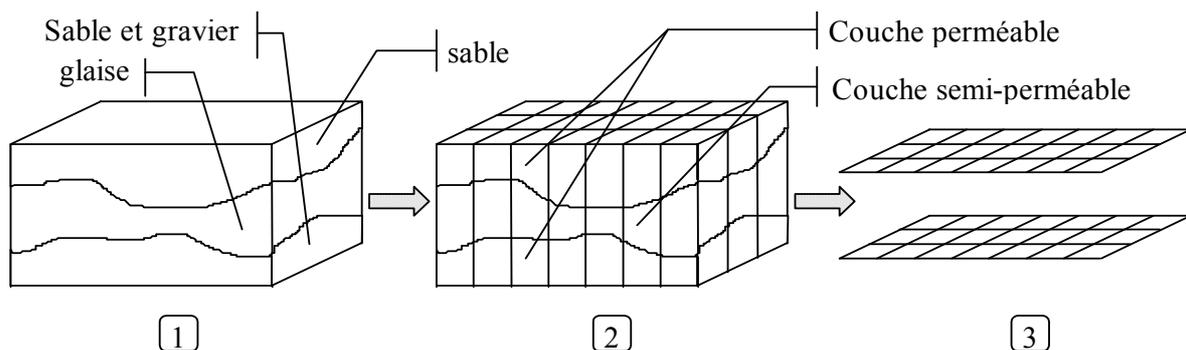

Figure 1 Modèle multicouche utilisé dans le logiciel Talisman
Le milieu poreux du sous-sol est dans la plupart des cas structuré sous la forme de plusieurs couches géologiques. C'est cette propriété des domaines souterraines qui est au cœur de la conception du logiciel Talisman. Nous représentons graphiquement sur la Figure 1 un exemple typique du milieu poreux souterrain. En Talisman, trois types de la représentation existent :
- Le domaine est donné par l'ensemble des couches géologiques, perméables et semi-perméables, qui recouvrent la partie entière du sous-sol. Cette représentation, correspondante dans la partie gauche de la Figure 1, est dans la suite notée « **3D** ».
- Le domaine est uniquement donné par des couches aquifères ou perméables, comme c'est le cas dans la partie droite de la Figure 1, où uniquement les couches de sable et de sable et gravier sont représentés, alors que la couche semi-perméable les séparant n'est pas explicitement prise en compte. Cette représentation est dans la suite notée « **2D multicouche** ».
- Pour le cas *3D*, chaque couche est représentée par un maillage composé de *cellules bidimensionnelles* rectangulaires (comme on peut le voir sur la Figure 1), auxquelles on associe le niveau du *toit* et du *substratum*. Chaque maille représente alors en effet un *prisme* (avec notamment une épaisseur verticale). Le substratum d'une maille et le toit de la maille qui se trouve en dessous coïncident, c'est à dire qu'on a finalement un vrai *maillage des prismes* qui recouvre *tout le domaine tridimensionnel*.